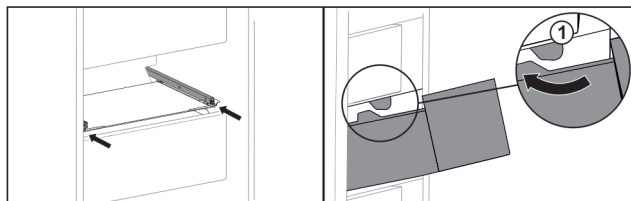

Fig. 50
- ▶ Prevedte zásuvku okolo zarážok Fig. 50 (1).